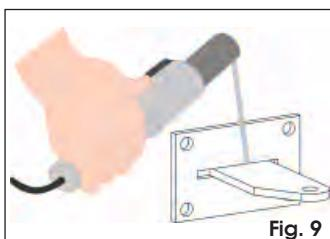

Fig. 9
- Las de achterste beugel op de vast te schroeven plaat na hem in de speciale sleuf te hebben geplaatst (Fig. 9).